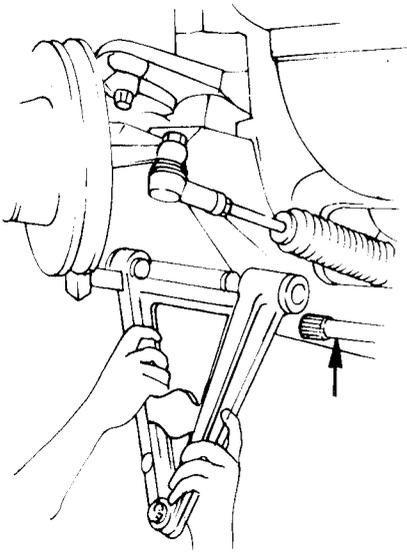

Bild 152
- An der Innenseite der Querlenkerbefestigung die Muttern und langen Schrauben lösen und den Querlenker abnehmen. Den Querlenker dabei in die in Bild 152 gezeigte Lage drehen. Darauf achten, dass die Einstellscheiben für den Sturz nicht herausfallen können, ehe man feststellt, wie viele Scheiben untergelegt sind.